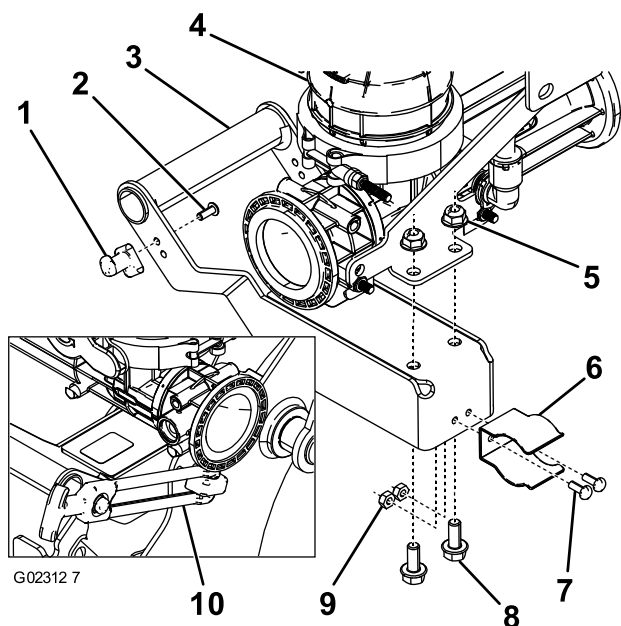

Figure 10
1. Fixez l'ergot de verrouillage à la poignée du mélangeur au moyen d'un boulon à tête hexagonale (Figure 10).
2. Fixez l'ergot de verrouillage au bâti porteur principal au moyen de 2 boulons à tête hexagonale (Figure 10).
3. Fixez la poignée sur le mélangeur au moyen de 2 boulons à embase et écrous à embase (Figure 10).